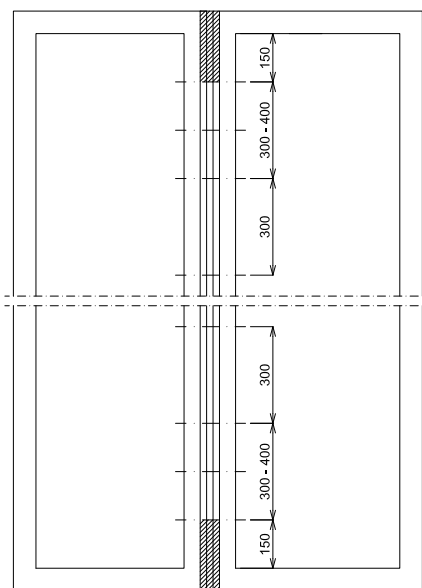

Рис. 6 Расстояния между крепежными элементами
Расстояния между крепежными элементами в зависимости от соединительного профиля (см.рис.6):
- произвести разметку мест установки крепежных элементов согласно рис.6;